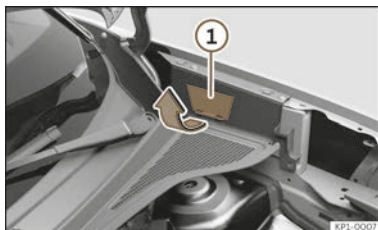

Abb. 64 Zwischen dem linken Kotflügel und dem Scharnier der Frontklappe: Abdeckung für manuelle Notentriegelung des Ladesteckers.
Der Ziehgriff für die manuelle Notentriegelung befindet sich auf der linken Seite im Motorraum oberhalb der Ladedose >>> (Abb. 64).
- Ziehen Sie an den Laschen der Abdeckung und schieben Sie die Abdeckung nach oben >>> (Abb. 64) ①, so dass der Griff zu sehen ist.